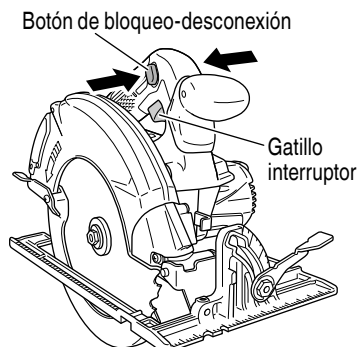

Fig. 24
3. Funcionamiento del interruptor (Fig. 24)